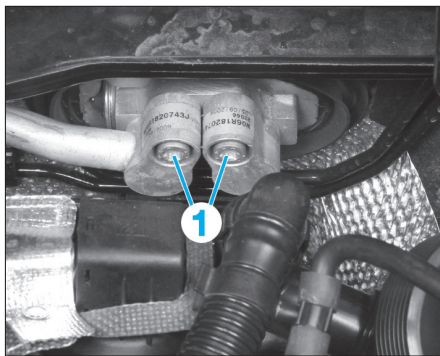

FIG. 7
- Serrer les vis dans l'ordre (3), (4), (5) et (6).
- les vis de fixation (1) (Fig.7),